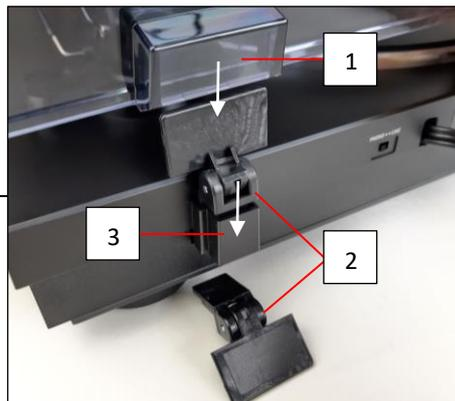

Abb. 3
1. Die Scharniere (2) in die Halterungen (3) auf der Ruckseite des Gerates stecken. (Abb. 3)
2. Die Abdeckhaube (1) dann auf die beiden Scharniere (2) stecken.